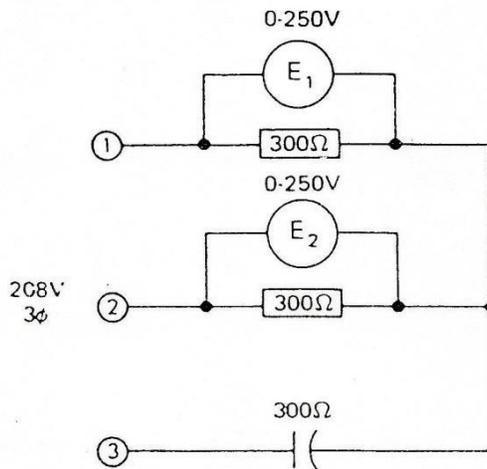

Figura 3
- Al usar los módulos de resistencia, capacitancia y medición EMS, conecte el circuito ala fuente de energía como se ve en la figura 3. Ajuste el valor de cada resistor en 300 Ohms. Y también ajuste la reactancia capacitiva a 300 Ohms. Observe que los tres elementos están conectados en estrella a las terminales 1-2-3 de la fuente de energía.
- Conecte el circuito de la figura 3, a las terminales 4-5-6 del suministro de energía y determine la secuencia de fases.